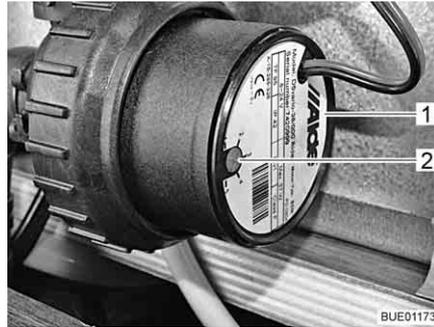

Fig. 188 Riduzione del numero di giri
Con il pomello girevole (Fig. 188,2) è possibile impostare il numero di giri della pompa di circolazione. A un numero di giri ridotto i rumori prodotti dal funzionamento della pompa si riducono.
Il pomello girevole si trova sulla pompa di circolazione (Fig. 188,1).
- Ruotare il pomello girevole (Fig. 188,2) in senso antiorario. La potenza diminuisce.